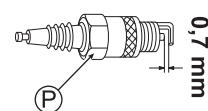

Afb. 30
1. Verwijder de bougiedop (Q). (Zie afb. 30)